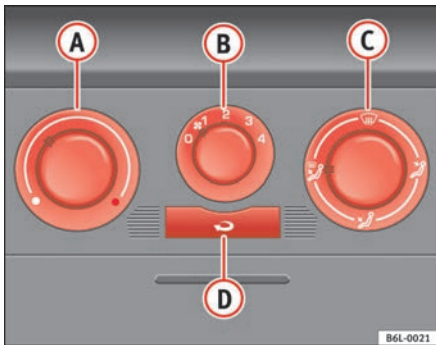

Abb. 91 In der Instrumententafel: Bedienelemente der Heizung
- Mit den Reglern ⇒ Abb. 91 (A) und (C) und mit dem Schalter (B) stellen Sie die Temperatur, die Luftverteilung und die Gebläsestufe ein.
- Drücken Sie die Taste (D), um die Umlufffunktion ein- oder auszuschalten. In der Taste leuchtet eine gelbe Lampe, solange die Funktion eingeschaltet ist.